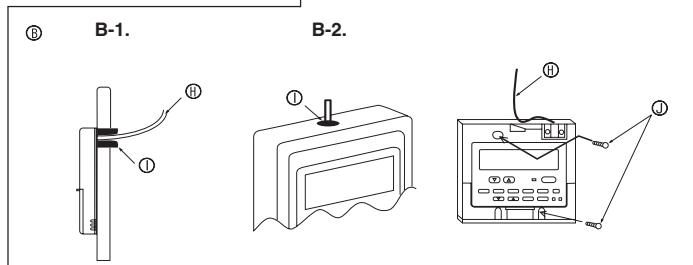

Fig. 6-3
(2) Καλύψτε την είσοδο του καλώδιου στο τηλεχειριστήριο με στόκο ή μαστήγι για να αποφύγετε την ενδεχόμενη είσοδο σταγόνων, νερού, κατσαριδών ή σκουλικιών. (Fig. 6-3)
B-2. Για να περάσετε το καλώδιο του τηλεχειριστήριου μέσω του πάνω μέρους [Fig.6-3]